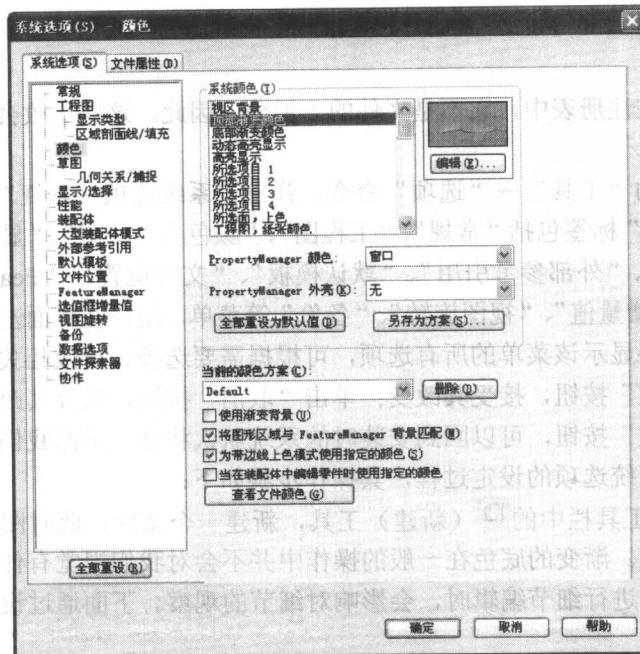

图 1-2 “系统选项 - 颜色”对话框
(1) 单击标准工具栏中的  (新建) 工具，新建一个文件，此时图形区域的背景为系统默认的蓝灰渐变色。渐变的底色在一般的操作中并不会对我们视觉有什么影响，但当我们在对一些复杂的实体进行细节编辑时，会影响对细节的观察。下面通过设定系统选项来改变图形区域的背景色。
(2) 单击菜单栏中的“工具”→“选项”命令，弹出“系统选项 - 常规”对话框。在界面左侧的清单中选择“颜色”菜单，系统弹出如图 1-2 所示的“系统选项 - 颜色”对话框。